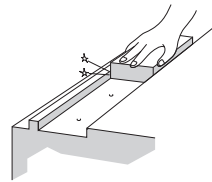

Fig.6 Verificación de la superficie de montaje
- (1) Antes de instalar la guía LM, asegúrese de quitar las rebabas, las abolladuras y el polvo de la superficie de montaje de la máquina donde debe instalarse la guía LM. (Fig.6)